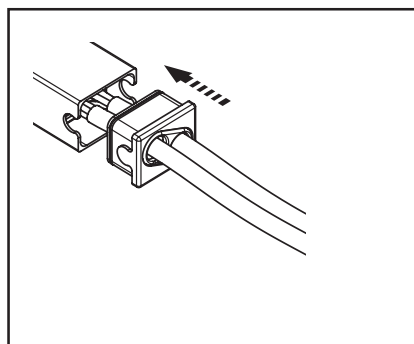

fig.7 Insertion du panneau dans le conteneur
8. Faites glisser le couvercle jusqu'à ce que le boîtier se ferme complètement (fig. 7).